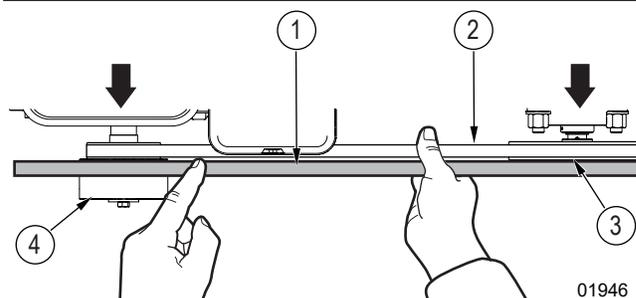

Fig. 27 – Alignement de la courroie d'entraînement
2. Posez une règle droite le long de la face intérieure de l'embrayage du moteur et du côté arrière de la poulie du rotor (Fig. 27). Vérifiez l'espace entre la courroie d'entraînement et la règle droite. L'espace devrait être uniforme tout le long de la règle droite. Voir .